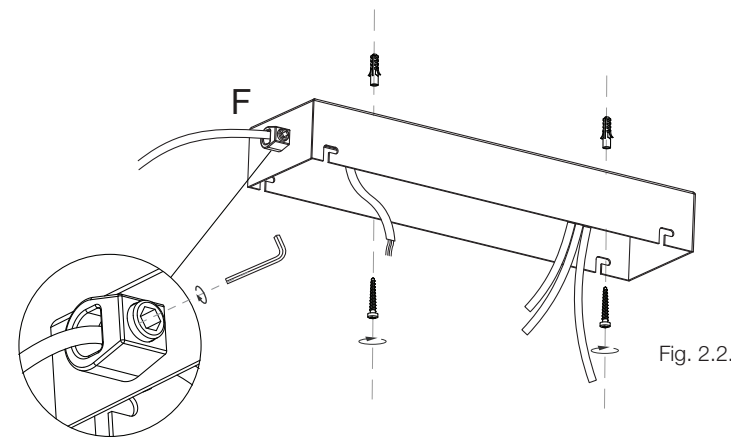

Fig. 2.2.
2.2. Attach the canopy to the ceiling as shown in Figure 2.2. Route the lamp cable (F) through the cable press and screw it in.
2.2. Fixez le pavillon au plafond comme illustré sur la figure 2.2. Faites passer le câble de la lampe (F) à travers le serre-câbles et procédez au serrage.
2.2. Den Baldachin an der Decke befestigen, wie in Abb. 2.2. dargestellt. Das Lampenkabel (F) durch die Kabelverschraubung führen und festschrauben.